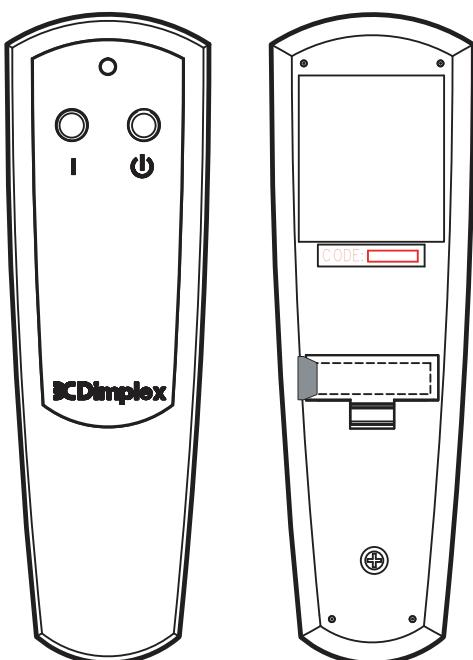

Fig. 4
**Примечание.** Перед использованием пульта ДУ вытащите пластиковую изоляционную полоску, которая находится между корпусом пульта и крышкой батарейного отсека (рис. 4).
3. В течение 10 секунд после возобновления питания нажмите на пульте ДУ кнопку On (Вкл), см. рис. 4.
1. Откройте крышку батарейного отсека на пульте ДУ (рис. 4).